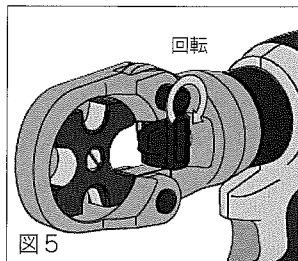

図5
- 5 スライドピンを時計方向に回し、確実にロックしてください。ロックが不完全なまま圧着作業を行いますと破損する場合がありますので、ご注意ください。(図5)